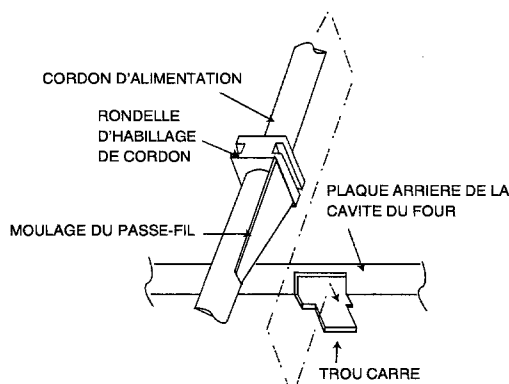

Figure C-3 (b) Remplacement du cordon d'alimentation
1. Insérer la rondelle d'habillage de cordon du cordon d'alimentation dans le trou carré du boîtier arrière, en se reportant à la figure C-3 (b). Installation du cordon d'alimentation.
2. Installer le fil de mise à la masse du cordon d'alimentation et l'angle de mise à la masse au support du châssis à l'aide d'une (1) vis et serrer la vis.